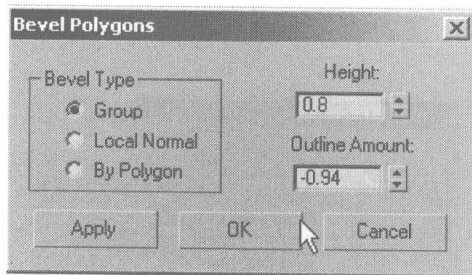

图 4.446
- 24** 不要取消面的选择，在 Edit Polygons 卷展栏中单击 **Bevel** 右侧的小按钮，在弹出的对话框中设置倒角多边形的参数，如图 4.446 所示，倒角出突起的按钮效果。